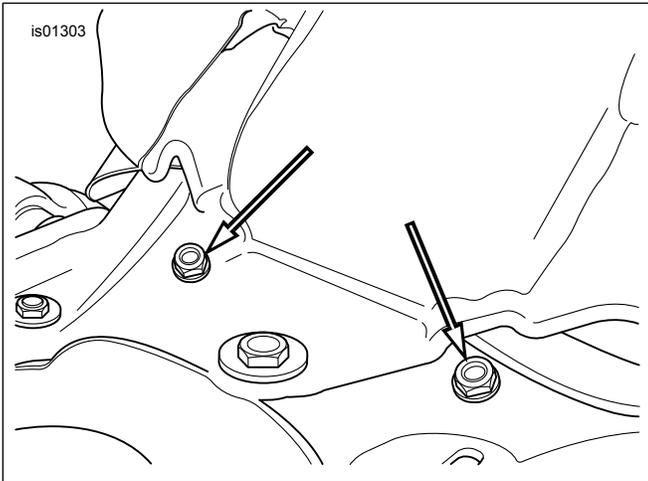

Figura 1. Extracción de las tuercas de la aleta guardabarros (VRSCA/B/D 2002 a 2006)
2. Vea Figura 1. Quite las tuercas del protector contra salpicaduras (aleta guardabarros).